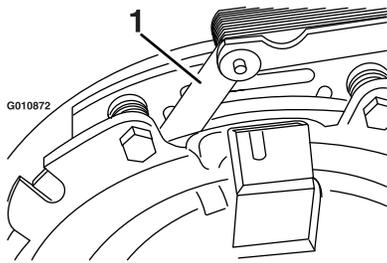
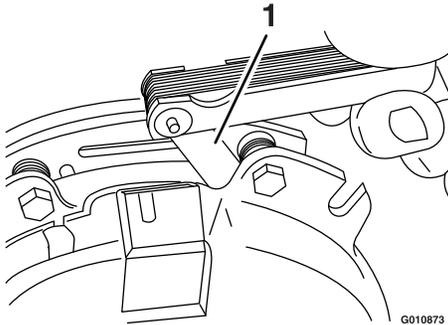

Bild 74
Bild 75
- E. Prüfen Sie mit einer Fühlerlehre (0,025 mm) den Abstand zwischen dem Drehzylinder und der Vorderseite der Lehre an beiden Seiten des Bremsschafts, wie in Bild 74 und Bild 75 abgebildet.